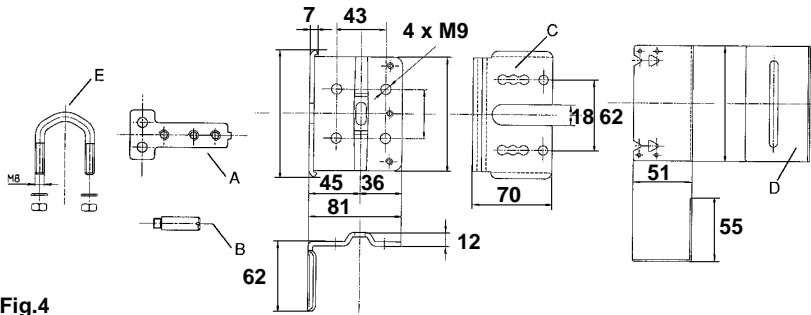

Fig.4
3. Montage van de klepstandsteller (Fig.4, 5 en 6)